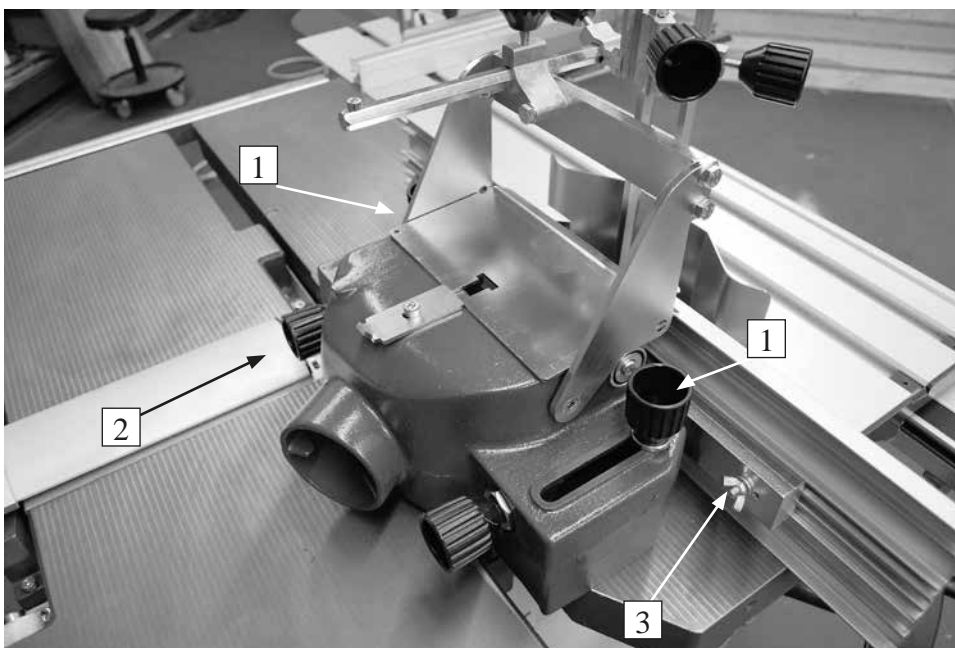

Рис.19
### Установка фрезерного упора (Рис. 19)
Фрезерный упор крепится на поверхности стола при помощи 2 ручек (Рис. 19,1). Корпус фрезерного упора имеет два паза, которые позволяют перемещать его вперед и назад. После установки упора, положение алюминиевых планок можно отрегулировать при помощи ручек (2). Зазор между планками нужно настроить следующим образом: ослабьте гайку-барашек (3), которая удерживает планки, и сдвиньте их друг другу на максимально близкое расстояние, только чтобы оставался зазор для прохода инструмента между планками. При фрезеровании профильных поверхностей мы рекомендуем использование вспомогательного или встроенного упора. При этом вы достигаете постоянного прилегания заготовки между обеими планками упора, что ведет к большей безопасности и улучшению рабочего процесса. Для выравнивания обеих планок используйте ровную и точную линейку. Перед запуском станка следует проверить блокировку стержней упоров на столе. Толкатели оказывают вертикальное и горизонтальное давление на заготовку, чтобы подавать ее по столу к инструменту и облегчать ее скольжение. Толкатель (Рис. 20), поставляемый со станком, используется для безопасной подачи заготовок. Толкатели должны быть выставлены таким образом, чтобы между основанием горизонтального толкателя и столом был зазор 10 мм, это делает возможным перемещение одного толкателя под другим. Чтобы заменить режущий инструмент или использовать податчик, всю систему толкателей можно снять целиком, ослабив защелки с задней стороны фрезерного упора: потяните рычаг по направлению стрелки. Поднимите небольшую крышку. Теперь систему можно повернуть. Это действие предотвратит падение упоров. Рекомендуем использовать систему подачи, так как часто происходит отбрасывание заготовки при работе с фрезерным упором, потому что обрабатывается только часть заготовки.